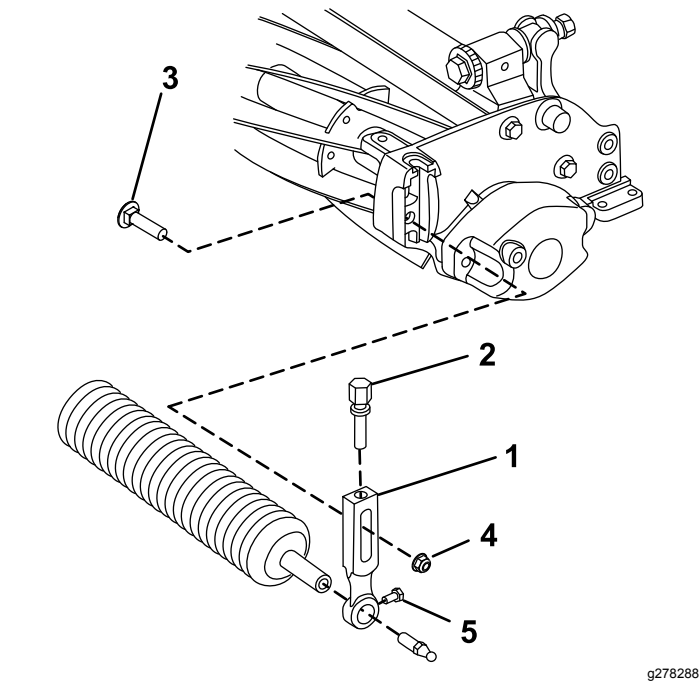

Figure 3
1. Retirez le boulon de charrue et l'écrou à embase qui fixent un des bras de réglage de hauteur de coupe au panneau latéral de l'unité de coupe (Figure 3).
5. Fixez légèrement le rouleau sur l'unité de coupe avec le bras de réglage de hauteur de coupe et les fixations retirés précédemment (Figure 3).
7. Serrez les vis de fixation du rouleau (Figure 3).
2. Desserrez les vis de fixation du rouleau dans les bras de réglage de hauteur de coupe (Figure 3).
3. Faites glisser l'arbre de rouleau dans le bras de réglage de hauteur de coupe de l'autre côté de l'unité de coupe (Figure 3).
4. Glissez le bras de réglage de hauteur de coupe sur l'arbre du rouleau (Figure 3).